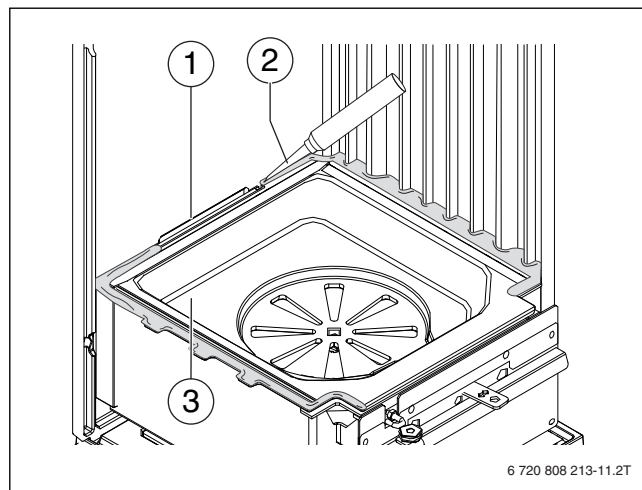

Bild 21 Rostauflage mit dem Kitt abdichten
- Sekundärluftkanal (→ Bild 21, [1]) in der Rostauflage nicht verschließen.